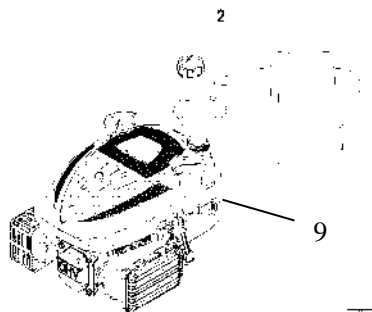

Fig. 5
1. Quite la tapa de combustible (2).
2. Agregue combustible hasta la parte inferior del límite de nivel de combustible en el cuello del tanque de combustible (9). (Ver Fig.5)